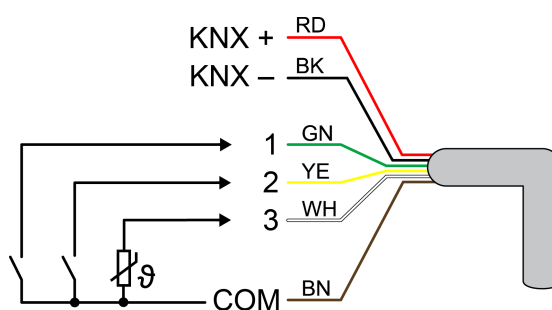

Bild 2: Schema för styrledning (exempel)
- Anslut vid behov potentialfria kontakter eller kondensations-/läckagesensorer vid ingångarna 1–3, eller NTC-temperaturgivare vid ingång 3 (se bild 2).